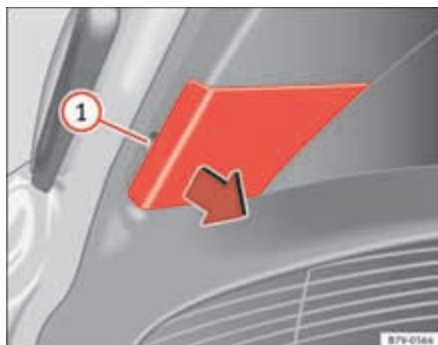

Fig. 219 En el portón trasero: Quitar la cubierta.
3. Extraiga la cubierta cuidadosamente haciendo palanca con la parte plana del destornillador de las herramientas de a bordo (⇒ página 373, fig. 207) por el rebaje ⇒ fig. 219 ①.